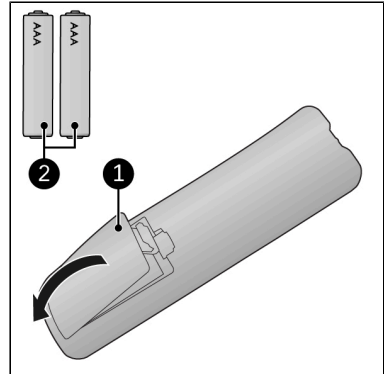

Abbildung 65.
1. Entfernen Sie die Batterieabdeckung (Abbildung 65, Pos. 1).
2. Legen Sie zwei Batterien (AAA 1,5 V) (Abbildung 65, Pos. 2) wie im Batteriefach angegeben ein. Stellen Sie sicher, dass die Batterien richtig eingelegt sind.